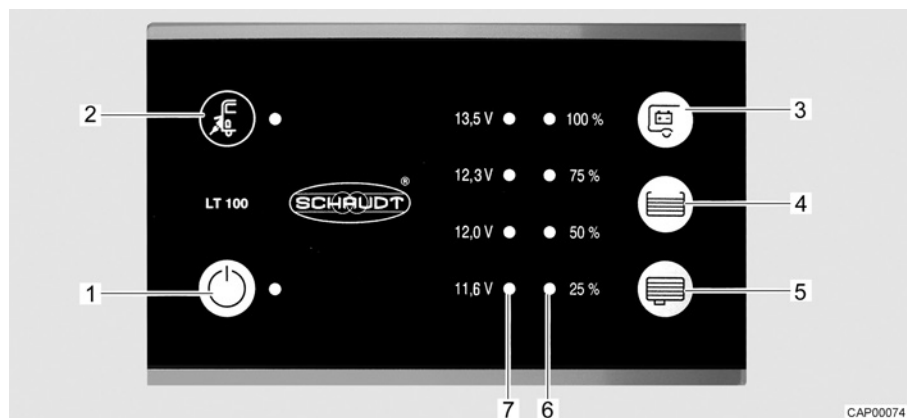

Fig. 72 Panneau de contrôle (LT 100)
La DEL jaune près du symbole de raccordement électrique  (Fig. 72,2) est allumée quand le véhicule est raccordé à une tension réseau externe. La DEL reste allumée quand le panneau de contrôle est éteint.
L'interrupteur principal 12 V (Fig. 72,1) établit ou coupe le panneau de contrôle et l'alimentation 12 V de la cellule.
- Appuyer sur l'interrupteur "⏻" (Fig. 72,1) : L'alimentation 12 V de la cellule est assurée. La DEL s'allume en vert.
- Appuyer de nouveau sur l'interrupteur "⏻" (Fig. 72,1) : L'alimentation 12 V de la cellule est coupée. La DEL s'éteint.
L'échelle DEL (Fig. 72,7) indique la tension de la batterie de cellule comme suit :
- Appuyer sur la touche "  " (Fig. 72,3) : La tension de la batterie de cellule est affichée.
L'échelle DEL (Fig. 72,6) indique le niveau de remplissage du réservoir d'eau fraîche ou de celui d'eaux usées.
- Appuyer sur la touche "☰" (Fig. 72,4) : Le niveau de remplissage du réservoir d'eau fraîche est indiqué par les DEL allumées.
- Appuyer sur la touche "☷" (Fig. 72,5) : Le niveau de remplissage du réservoir d'eaux usées est indiqué par les DEL allumées.